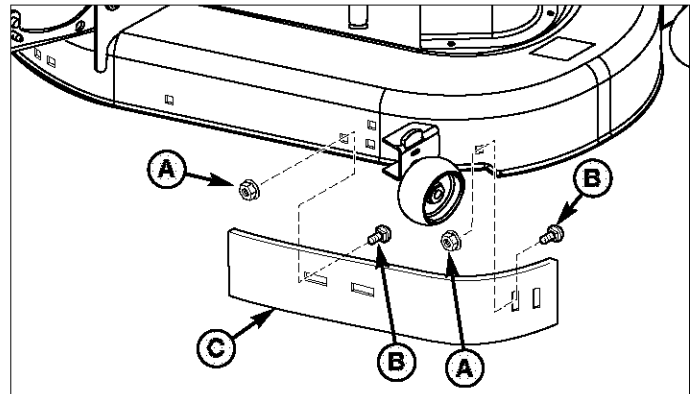

Figura 1. Remoción del Reductor de Circulación de Aire
1. Quite y descarte las contratuercas estrelladas de 3/8-16 (A, Figura 1) y los tornillo de cabeza redonda de 3/8-16 x 7/8 (B).
2. Quite y descarte el reductor de circulación de aire viejo. (C). El reductor de circulación de aire (C) se reemplaza permanentemente con los reductores de circulación de aire incluidos con este accesorio.